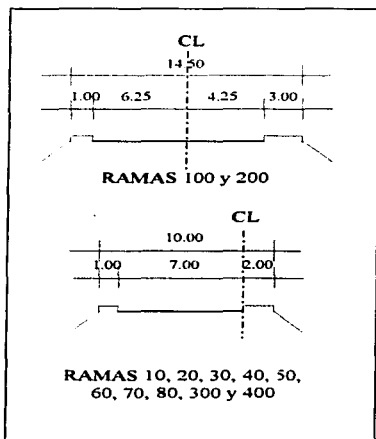

FIG. 5.4.3 SECCIONES TIPO.
**Active** la capa calzada y **apague** la capa radios. Para crear los anchos de calzada y los acotamientos de los ejes principales 100 y 200, estos se forman a partir de los ejes de proyecto; **ejecute** el comando **offset** a 4.25 y 7.25 m. a la derecha y después a 6.25 y 7.25 m. a la izquierda, ver sección principal y secundaria en la FIG. 5.4.3; para construir los anchos de las secciones de las ramas secundarias: 10, 20, 30, 40, 50, 60 (2ª parte), 70 y 80, con respecto al eje **aplique offset** a 7.00 y 8.00 m. a la izquierda y a 2.00 m. a la derecha.